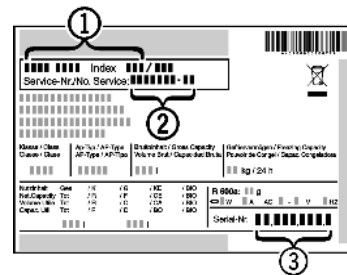

Fig. 21
- ▶ Označení přístroje Fig. 21 (1), servisní číslo Fig. 21 (2) a sériové číslo Fig. 21 (3) naleznete na typovém štítku. Identifikační typový štítek je umístěn na levé vnitřní stěně přístroje.